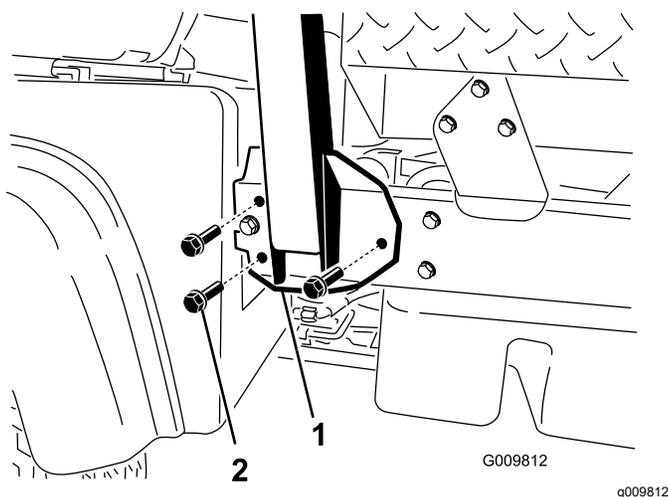

Рисунок 4
2. Совместите обе стороны защитной дуги с монтажными отверстиями с каждой стороны рамы машины (Рисунок 4).
3. Прикрепите монтажный кронштейн защитной дуги к раме машины с помощью 3 болтов с фланцевыми головками (½ x 1¼ дюйма) с каждой стороны (Рисунок 4).